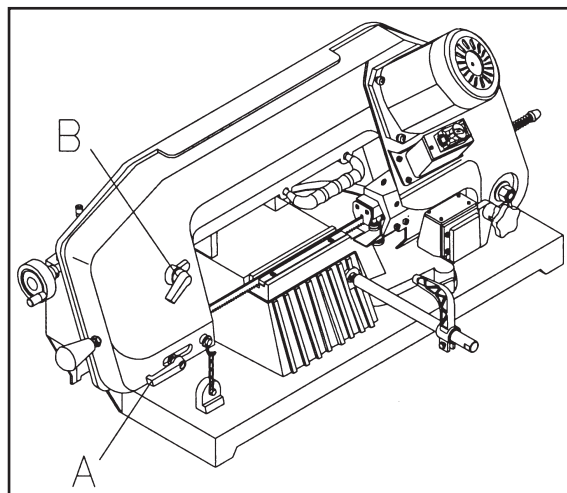

Fig. 7
1. Si la pièce est de grandes dimensions, desserrez la manette (A) de la fig. 7. Déplacez le guide vers la pièce d'environ 2,5 cm, puis resserrez la manette.